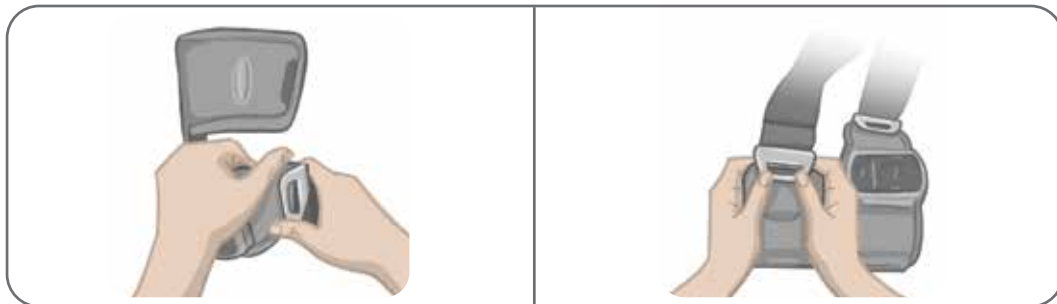

Bild 8-14: Sätta tillbaka lårremmarna
2. Tryck på remspännet med tummarna mot remmen (i riktning bort från lårmanschetten). Se bild 8-14.